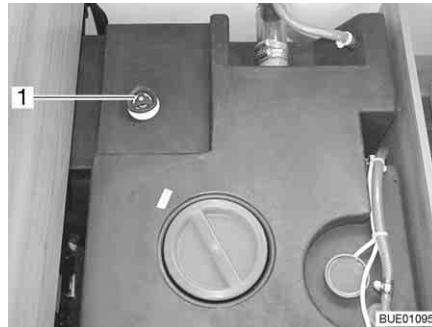

Fig. 233 Reservatório da água com manípulo rotativo
- No reservatório da água, gire o manípulo rotativo (Fig. 233,1) em sentido contrário ao dos ponteiros do relógio para lá da resistência até ao encosto, para abrir completamente o orifício de esvaziamento.